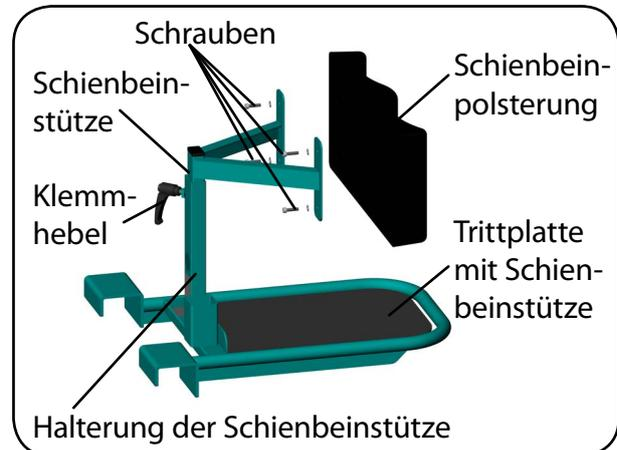

Abb. 6.5.01 – Schienbeinpolsterung abnehmen
1. Lösen Sie die vier Schrauben an der Schienbeinstütze und entfernen Sie die Schienbeinpolsterung von der Schienbeinstütze (Abb. 6.5.01).